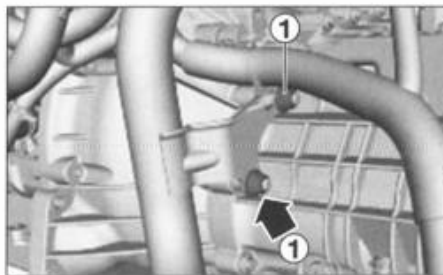

FIG. 33
- Desmontar las tuercas de fijación (1) del tubo de admisión del intercambiador de aire situadas en la caja de velocidades (fig. 33).